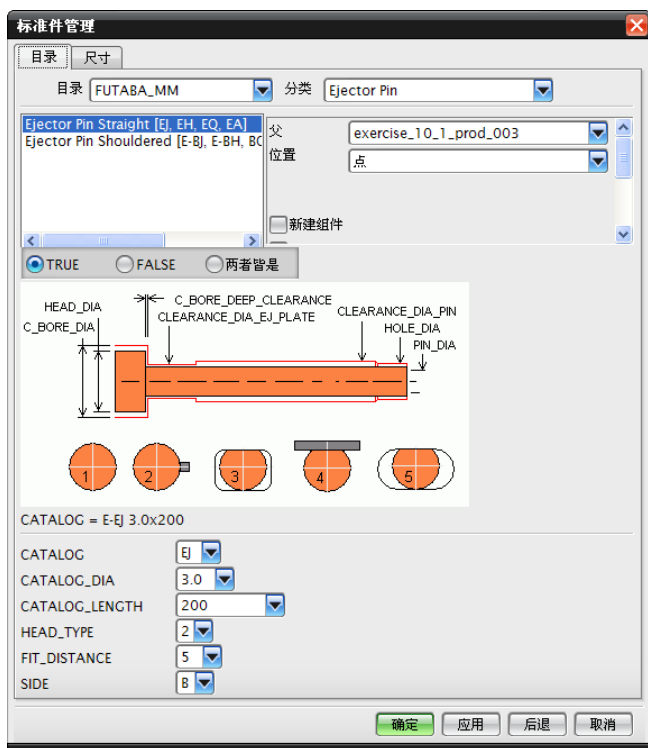

图 10-63 【标准件管理】对话框
(1) 在注塑模设计模块工具栏中单击【标准部件库】图标, 弹出如图 10-63 所示的【标准件管理】对话框。
(2) 在图 10-63 所示的【标准件管理】对话框的【目录】下拉列表中选择 FUTABA_MM 选项, 分类列表中选择 Ejector Pin 选项, 显示栏中选择 Ejector Pin Straight [EJ、EH、EQ、EA] 选项, 在该对话框下部设置其他参数, 如图 10-63 所示。
(3) 在如图 10-63 所示的【标准件管理】对话框中，单击【应用】按钮，打开【点构造器】对话框，并自动切换到俯视图。
(5) 在【点构造器】对话框中单击【取消】按钮，系统返回到图 10-63 所示的【标准件管理】对话框，在该对话框中单击【确定】按钮，创建顶杆。
(6) 如果觉得顶杆的位置不合适，可以仿照上面浇口套重定位的方法，平移顶杆，对顶杆重新定位。